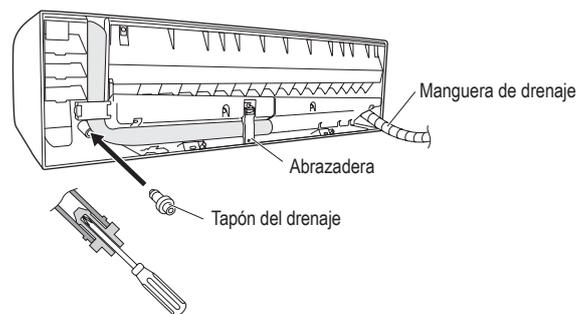

Fig. 5-30
- (d) Sujetar la manguera de drenaje a la izquierda y colocar el tapón en el de la derecha. (Fig. 5-30)
- (3) Instalar la unidad interior en el panel trasero
- (4) Conectar cableado y tuberías procedentes del exterior.
- (5) Después de una prueba de ausencia de fugas, agrupar la tubería con cinta de blindaje y almacenarlos en el área de almacenamiento en la parte trasera de la unidad interior; sostenerlos con abrazaderas. (Figs. 5-30 y 5-32)